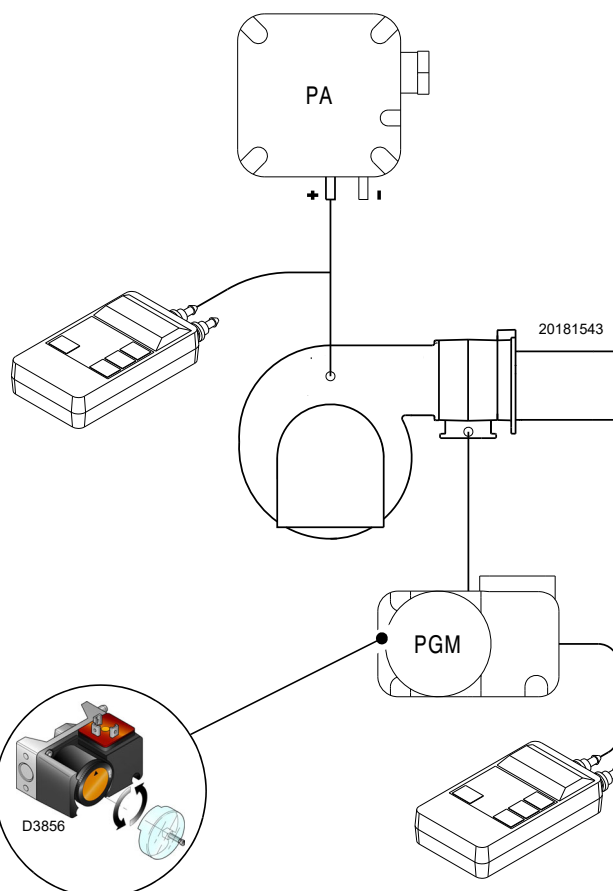

Fig. 28
- Régler le pressostat gaz seuil maximum (Fig. 28 à la page 27) en fin d'échelle.
Effectuer le réglage du pressostat gaz seuil maximum (Fig. 28) après avoir effectué tous les autres réglages du brûleur avec le pressostat gaz seuil maximum réglé en fin d'échelle.